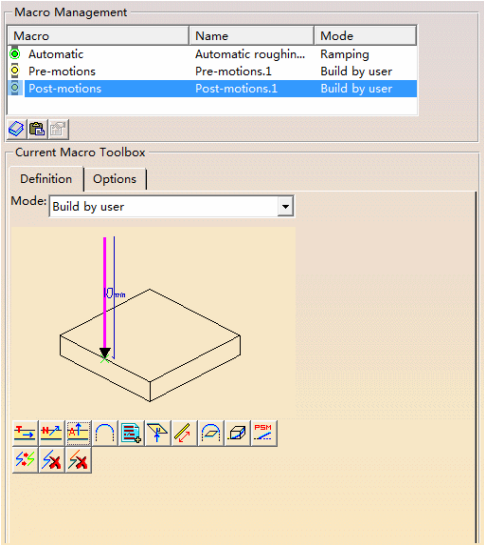

图 3-114 设置 “Post-motions” (2)
- 在“Macro Management”区域的列表框中设置“Post-motions”（2），单击 Add axial motion 按钮，如图 3-114 所示。